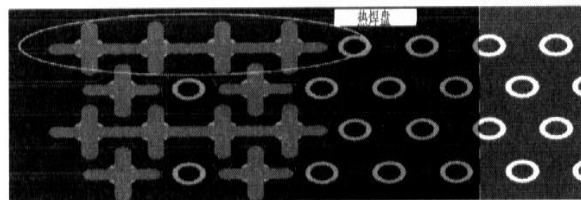

图1-59
4) 对未布线区域进行地线填充，用大面积铜层作地线用，在印制板上把没被用上的地方都与地相连接作为地线用。对PCB铺铜时，尽量避免使用大面积铜箔，否则经过长时间受热，易发生铜箔脱落现象；必须用大面积铜箔的时候可以用栅格替代，这样有利于排除铜箔与基板之间粘合剂受热产生挥发性气体。在贯穿的零件脚上（DIPPIN）铺的铜箔最好也用热焊盘处理；应避免虚焊，提高良品率，如图1-59所示。